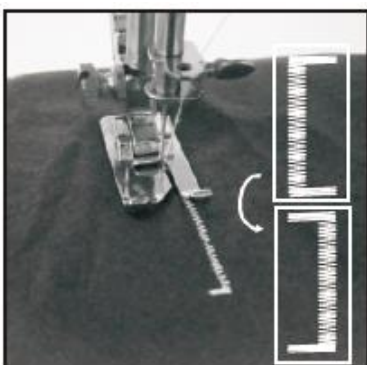

Fig.18
- 5) Breng de naaivoet omhoog en draai het doek 180°(Fig. 18).